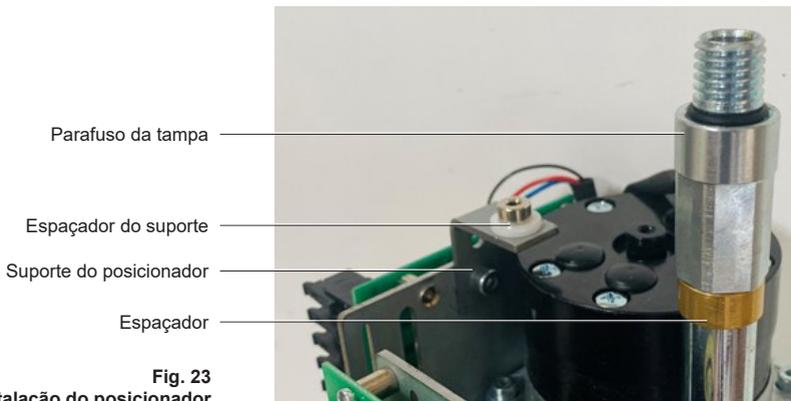

Fig. 23
- Fixe o suporte do posicionador na placa principal com o pino fornecido (Fig. 23)
- 1 – 6 kN: Conecte o plugue do potenciômetro ao soquete do potenciômetro no cartão posicionador, consultando a Fig. 23 "Instalação do cartão posicionador (1 – 6 kN)" para orientação do produto. A fiação do potenciômetro deve passar pelo centro da cartão posicionador, conforme mostrado